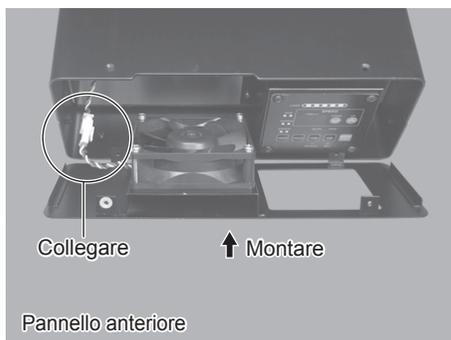

Fig. 45
- (11) Collegare la presa del cavo della ventola (Fig. 45).
- (12) Montare nuovamente il pannello anteriore del corpo principale del CONTROLLER (Fig. 45).